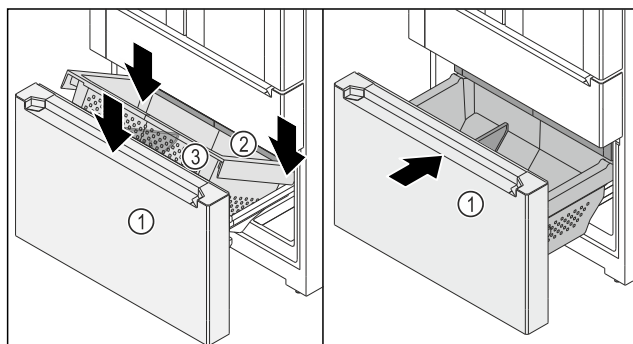

Fig. 154
- ☐ Auszugswagen Fig. 154 (1) ist herausgezogen.
- ☐ Schubfach Fig. 154 (2) ist eingeschoben.
- ▶ Behälter Fig. 154 (3) hinten auf den Schienen rechts und links aufsetzen.
- ▶ Behälter Fig. 154 (3) vorne absenken, sodass Behälter Fig. 154 (3) die Schienen rechts und links umschließt.
- ▶ Auszugswagen Fig. 154 (1) einschieben.